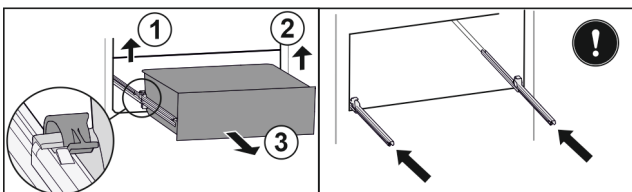

Fig. 153
- ▶ Приподнимите левый зажим и одновременно вытяните движением вперед выдвижной ящик слева. Fig. 153 (1)
- ▶ Приподнимите правый зажим и одновременно вытяните движением вперед выдвижной ящик справа. Fig. 153 (2)
- ▶ Извлеките выдвижной ящик движением вперед. Fig. 153 (3)